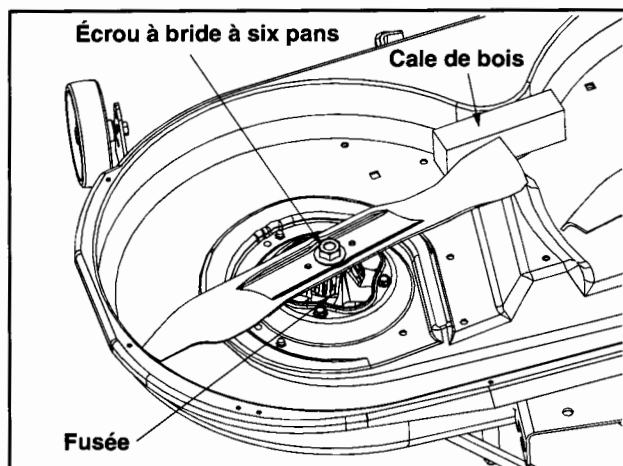

Figure 16
- Placez une cale de bois entre le déflecteur au milieu du plateau et la lame. Voir la Figure 16.
- Utilisez une clé de 15/16 po pour retirer l'écrou à bride à six pans qui maintient la lame. Voir la Figure 16.